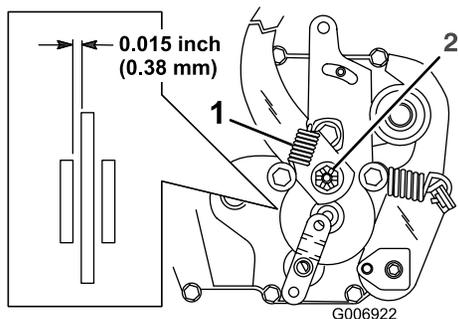

Bild 30
Die Feststellbremse befindet sich an der rechten Seite der Hinterachse im Hinterreifen (Bild 30). Wenn die Feststellbremse den Traktor nicht sicher hält, muss diese eingestellt werden.
2. Entfernen Sie die Feder vom Bremsarm (Bild 30).
3. Entfernen Sie den Splint, mit dem die Bremseinstellmutter befestigt ist und lockern Sie die Mutter (Bild 30).
4. Stecken Sie eine 0,38 mm Fühlerlehre zwischen die Bremsscheibe und die Bremsbacke (Bild 30).